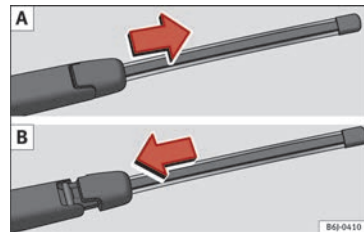

Fig. 67 Retirer et mettre en place le balai d'essuie-glace arrière.
- Faites glisser l'adaptateur du balai dans le sens de la flèche et retirez le balai » fig. 67 A.
- » **fig. 67 B** puis faites glisser l'adaptateur jusqu'à ce qu'il s'emboîte.